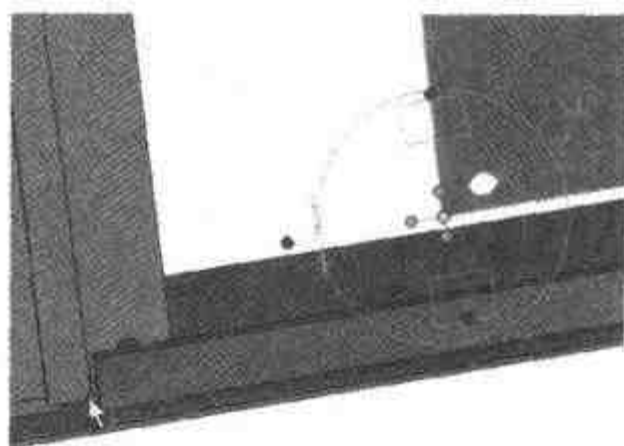

图 4.143 装配侧板
- (4) 右击中心手柄, 选择【到点】命令, 选择边框的角点(箭头处), 生成侧板和边框的装配件, 如图 4.143 所示。